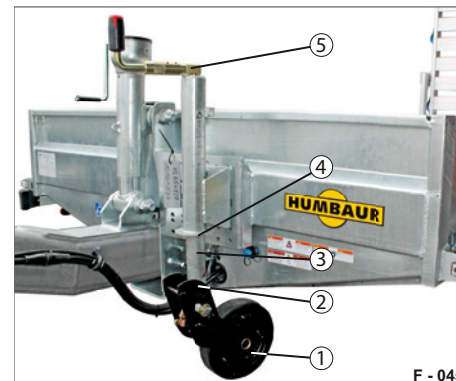

Abb. 26 Stützrad, automatisch
- Schwenken Sie die Kurbel (Abb. 26/5) aus der Halterung.